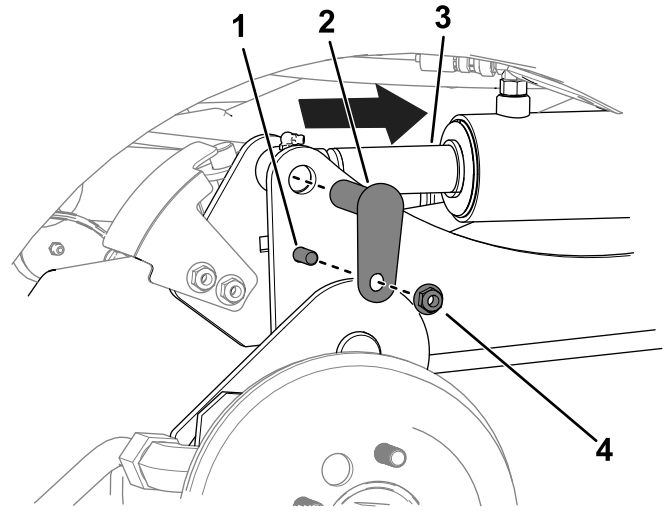

图 11
C. 使用冲头将油缸杆孔与提升臂孔对齐图 11。
D. 用 2 个螺栓 $\frac{3}{8}$ x $1\frac{1}{4}$ 英寸、2 个螺母 $\frac{3}{8}$ 英寸和 2 个小销钉将提升臂固定到油缸上图 11。